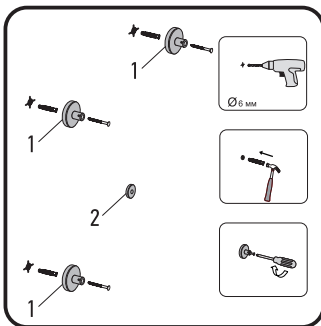

Рис.11
- 5.12. Просверлите отверстия в стене соответствующим материалу стены сверлом (рис. 11).
- 5.13. При помощи крепежных элементов закрепите корпус кронштейна (1) и опорный диск розетки (2) (рис. 11).